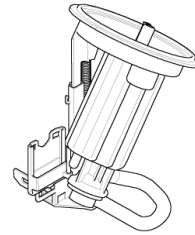

Abbildung: 10
- Füllstandsgeber mit Druckregler (Abb.10)